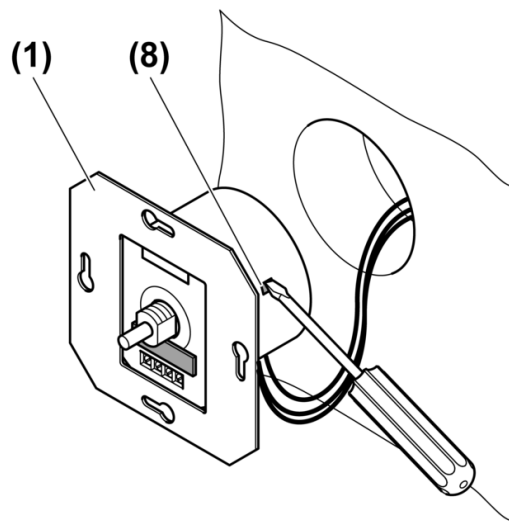

Figure 4: Régler la luminosité de base
(1) Variateur
(8) Sélecteur de luminosité de base
- Régler la luminosité de base en tournant le sélecteur (8) latéral (figure 4).